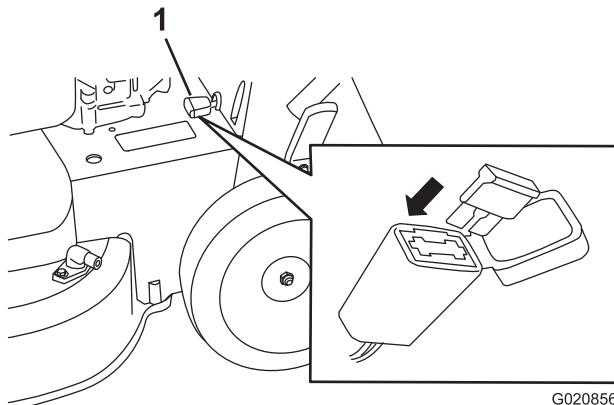

Figure 34
- Ouvrez le porte-fusible hermétique et remplacez le fusible (Figure 34).